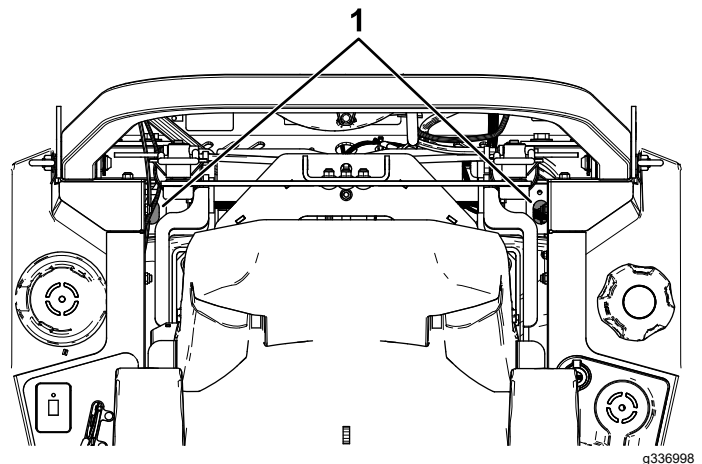

Figura 68
4. Utilice una extensión y una llave de vaso de 7/16" para acceder al tapón de ventilación desde la parte superior de la máquina a través de los orificios situados cerca de los soportes de la barra antivuelco (Figura 68).